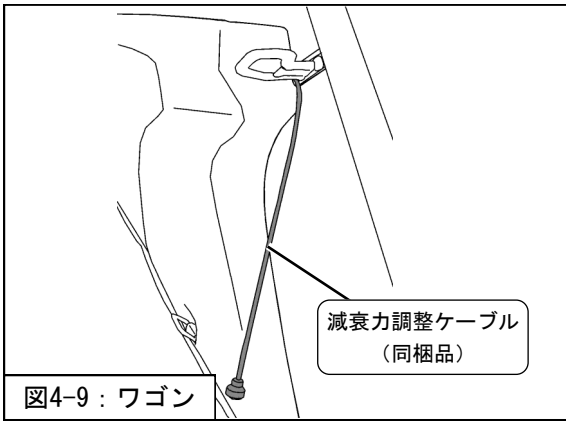

図4-9 : ワゴン
10. ワゴンの場合は、リアシートバックストライカ部より車内に減衰力調整ケーブル（同梱品）を引き込んでください。（図4-9）